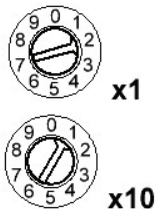

Рис.2. Установка числа 12.
- На Рис.2 показан пример установки числа 12. При такой установке кнопка 1 будет управлять адресом или группой 12, кнопка 2 – 13, кнопка 3 – 14, кнопка 4 – 15. Максимально возможное количество адресов и устройств на шине DALI – 64. Максимально возможное количество групп на шине DALI – 16.